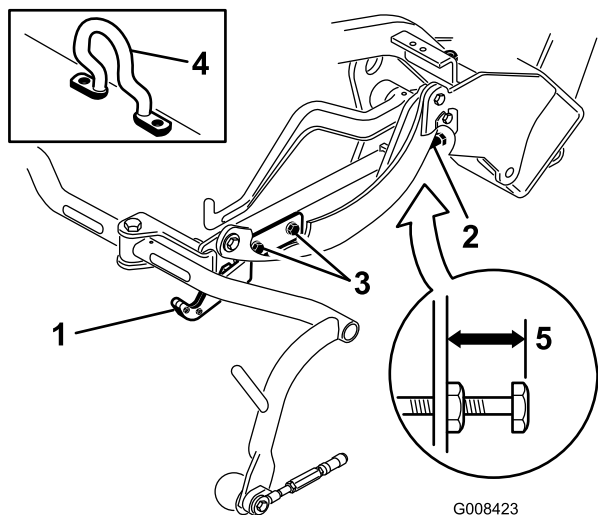
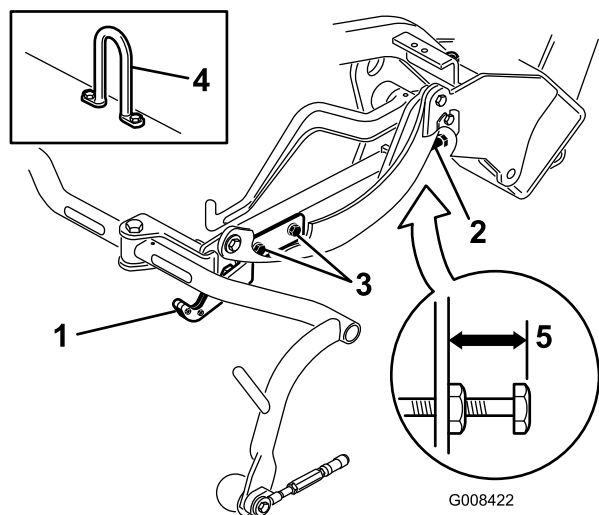
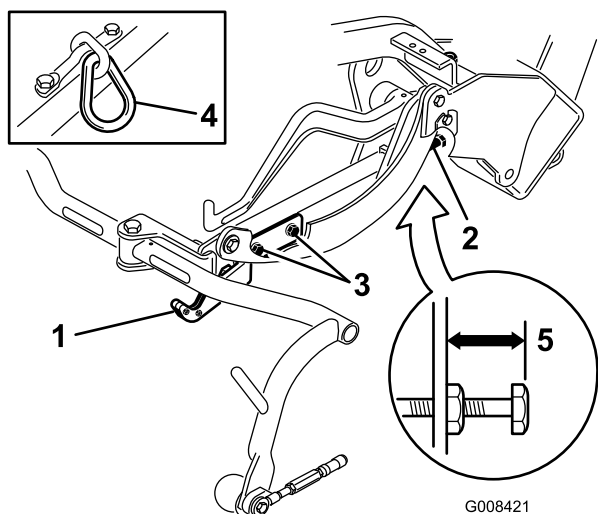

Рисунок 12
Рисунок 14
Рисунок 13
Проверьте и при необходимости отрегулируйте транспортную высоту (Рисунок 13 и Рисунок 14).
2. Если режущие блоки оснащены изогнутой подъемной проушиной (Рисунок 12, врезка), убедитесь, что расстояние от верха регулировочного винта несущей рамы до задней стороны несущей рамы составляет 25 мм. Если расстояние не равно 25 мм, перейдите к этапу 4.
3. Если режущие блоки оснащены звеном цепи или прямой подъемной проушиной (Рисунок 13 и Рисунок 14, врезки), убедитесь, что расстояние от верха регулировочного винта несущей рамы до задней стороны несущей рамы составляет 22 мм. Если расстояние не равно 22 мм, перейдите к этапу 4. Если режущий блок оборудован подъемной серьгой (Рисунок 12), перейдите к следующему этапу.
4. Ослабьте винты крепления транспортной планки (Рисунок 13, Рисунок 14 и Рисунок 12).
7. Если несущие рамы находятся на разной высоте, ослабьте контргайку на регулировочном винте несущей рамы (Рисунок 12, Рисунок 13 и Рисунок 14). Выкручивайте винт для подъема и вкручивайте для отпускания. При достижении требуемой высоты затяните контргайку.